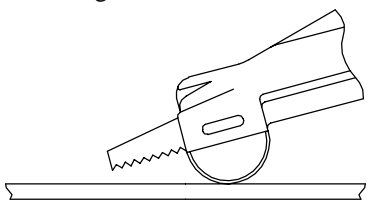

Figure 1
1. Tenir la scie comme indiqué à la Figure 1, le guide de sciage étant fermement plaqué contre le matériau et la pointe de la lame étant au-dessus du matériau. Appuyer sur la gâchette.